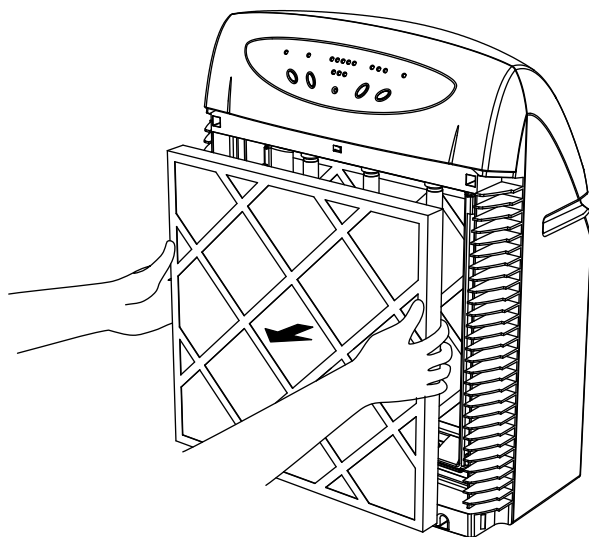

Рис. 14
6. Извлеките входной фильтр (рис.14);